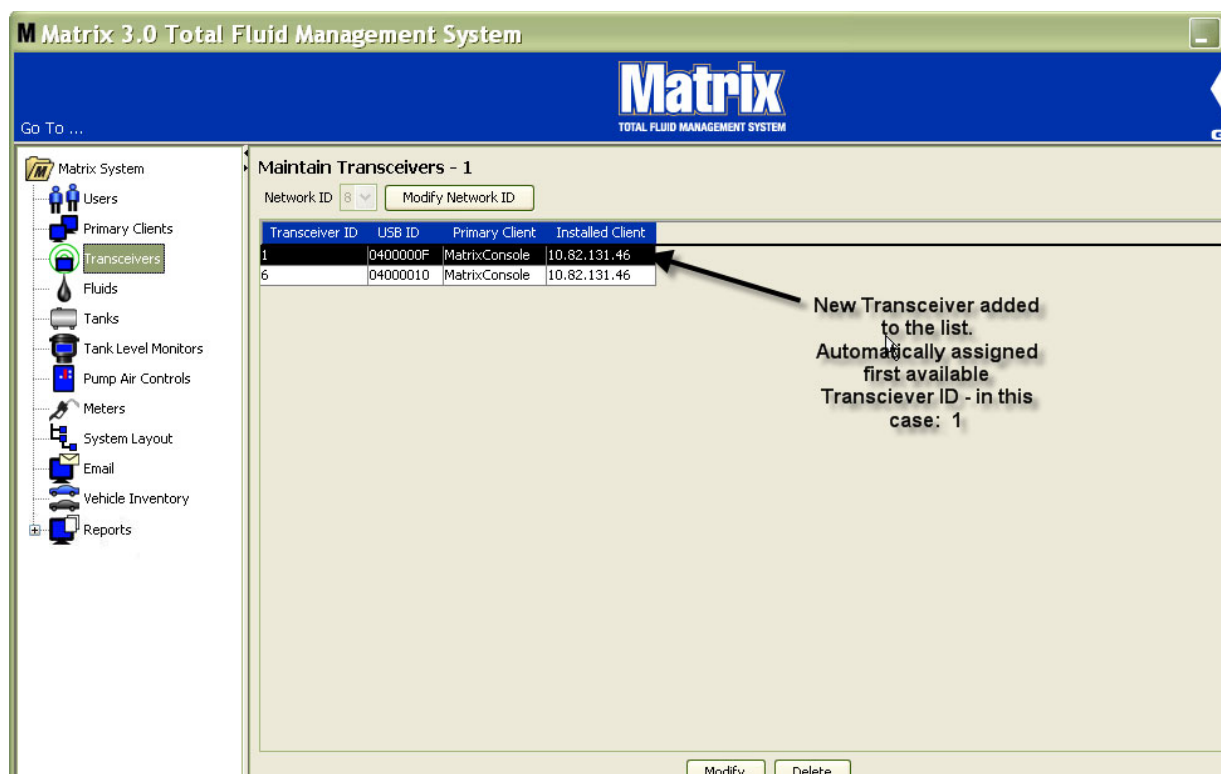

图 86
- 收发器插入电脑 USB 端口时自动被添加到列表顶部，并派给第一个可用的收发器 ID 编号，如 图 86 中所示。收发器拔出或断电不会使收发器从收发器列表上消失，当然任一操作都会引起该装置上的通讯立即停止。